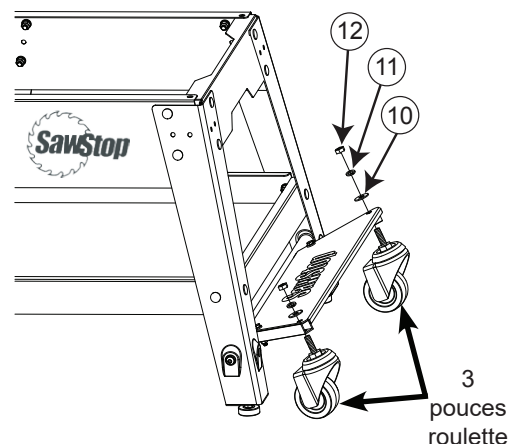

Fig. 8
8. Montez les deux roulettes sur les coins extérieurs du support de roulette en insérant la tige filetée sur les roulettes à travers les trous correspondants dans le support et en maintenant les roulettes en place avec deux rondelles M10,5 x 25, deux rondelles de loquet M10,5 x 17, et deux écrous à roulettes, comme illustré à la fig. 8. Serrez à fond les écrous de la roulette avec une clé de 14 mm.